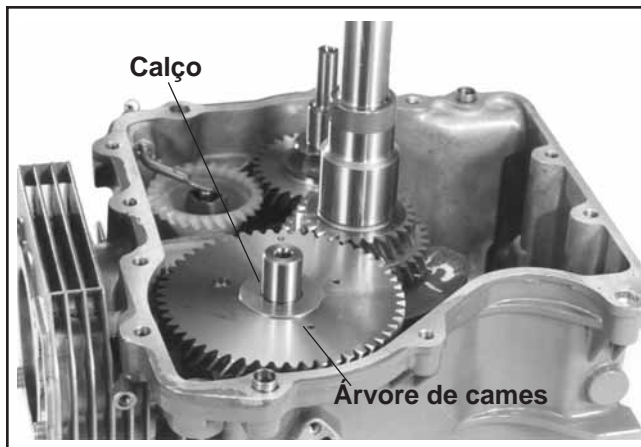

Figura 9-47. Retirar a Árvore de Cames.
1. Retirar a árvore de cames e o calço. Consulte a Figura 9-47.